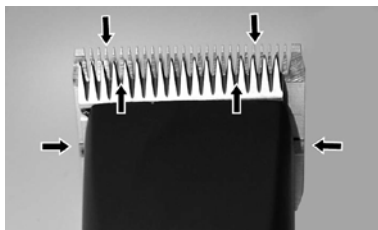

Fig. 22
För att uppnå ett bra klippresultat och för att öka klippens och klipphuvudets livslängd måste du lägga på en tunn oljefilm mellan över- och underskåret (Fig. 22).
- ▶ Smörj skären tillräckligt mycket under klippningen (minst var femtonde minut), så att de inte torkar (Fig. 22).
Skären måste smörjas före, under och efter varje användning. När klippers skär lämnar ränder eller går med lägre hastighet är det ett tecken på att det behövs olja. Lägg några droppar olja fram på och tvärs över klippsskären (se pilarna i Fig. 22). Torka bort överskottsolja med en mjuk, torr trasa. Smörjsprayer innehåller inte tillräckligt mycket olja för att smörjningen ska bli bra, men kyler skären. Byt omedelbart skadade eller slöa skär för att undvika skador.